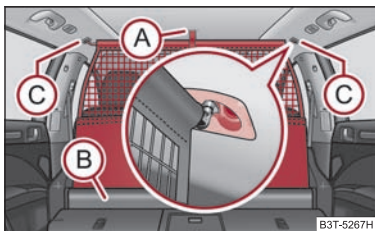

Fig. 96 Scoaterea peretelui despărțitor de plasă
- Trageți peretele despărțitor din plasă de chinga **A** ⇒ fig. 96, pentru a-l scoate din carcasa **B**.